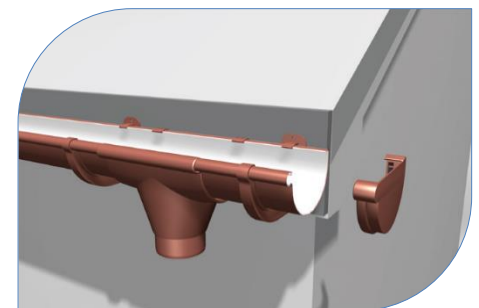

Рис. 18
3.9 На краях ринв встановіть заглушки з ущільнювачами (рис. 18)